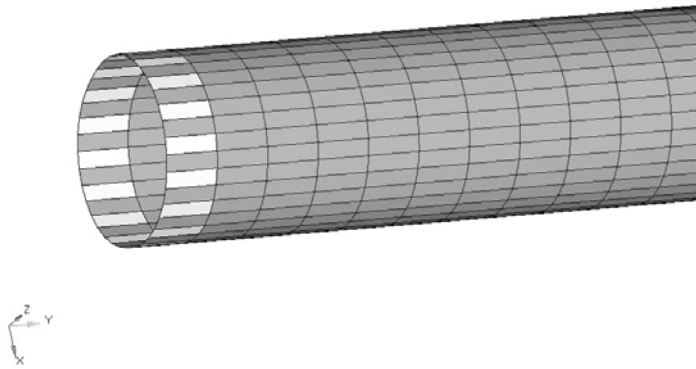

图 7-2 选择单元
- (1) 选择菜单 Preference>meshing option。
- (2) 修改 feature angle 为 1。
- (3) 选择 Tool>edges, 输入 tolerance 为 0.1。
- (4) 确保黄色选项框为 elems, 选择如图 7-2 所示单元 (末端一排单元每隔一个选一个)。